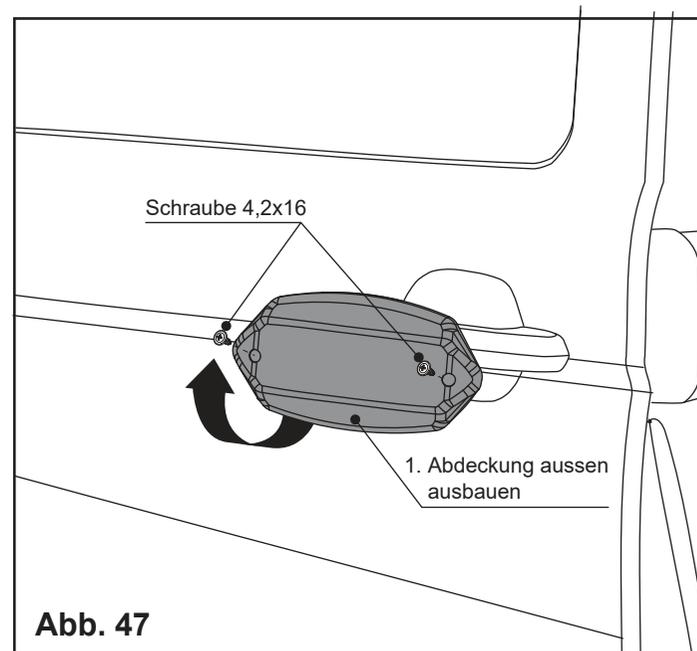

Abb. 47
1. Die Abdeckung ausbauen, wenn vorhanden, **Abb. 47.**